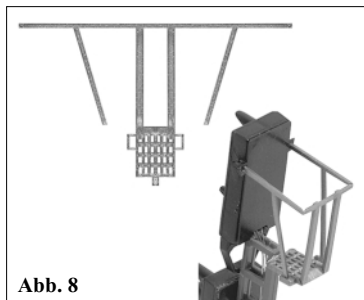

Abb. 8
Zum Schluss wird der Signalkorb (12) entsprechend Abb. 8 vorsichtig gebogen. Der Zapfen am unteren Trittblech wird in die entsprechende Bohrung auf der Rückseite des Signalmastes eingeschoben. Die einzelnen Stege des Korbes werden anschließend in die Ösen am Trittbrett des Korbes bzw. Signalkopfes eingehängt und dort mit Sekundenkleber fixiert.